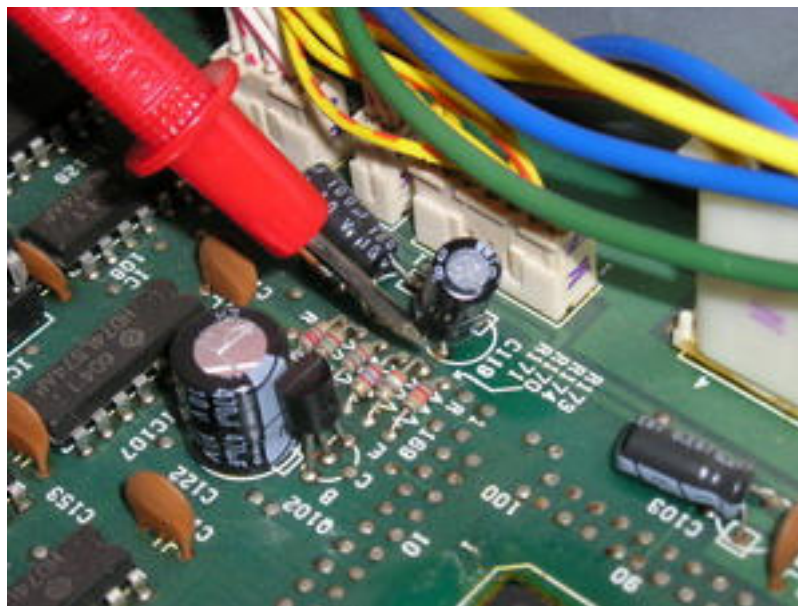

fig. 4
- La resistència R174 i el condensador C119. (fig. 4)